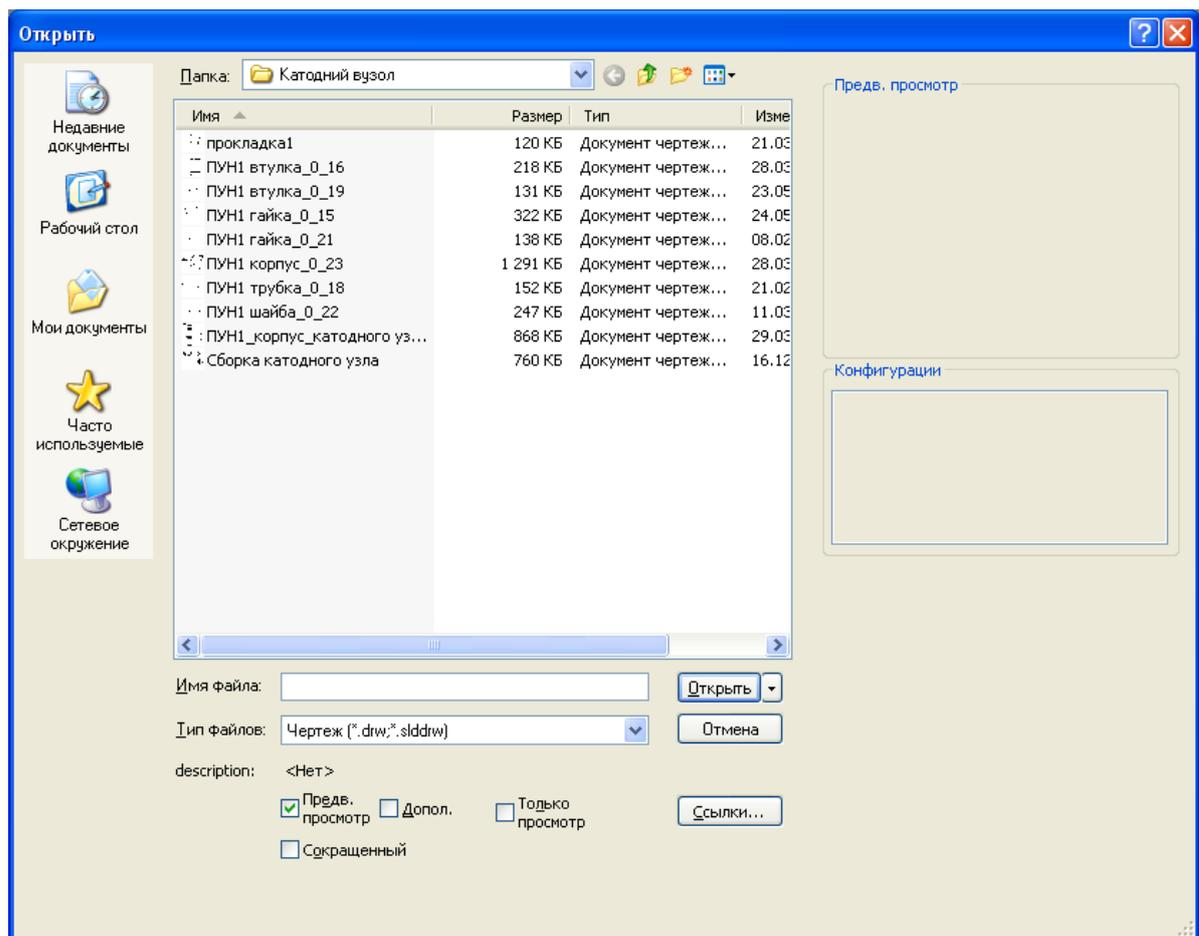

Рис.2.10. Діалогове вікно «Открыть»
2. У діалоговому вікні Открыть (рис. 2.10) знайдіть документ деталі, креслення або збірки або файл із іншого додатка.